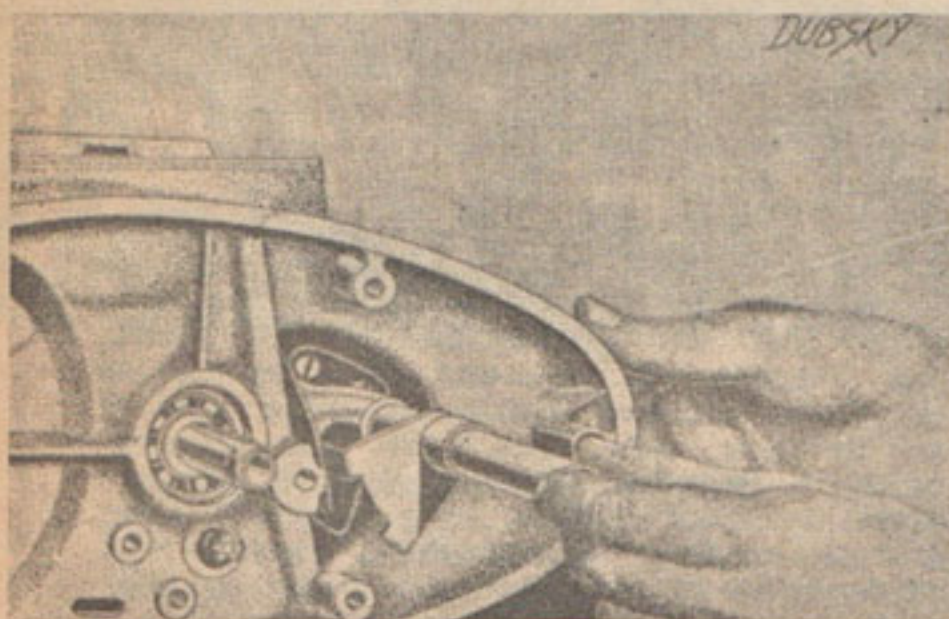

Fig. 9
4. Emmancher sur l'arbre secondaire l'outil n° S-49 en vue d'assurer les cliquets et les ressorts du toc d'entraînement et retirer l'arbre secondaire du carter-moteur (fig. 9).